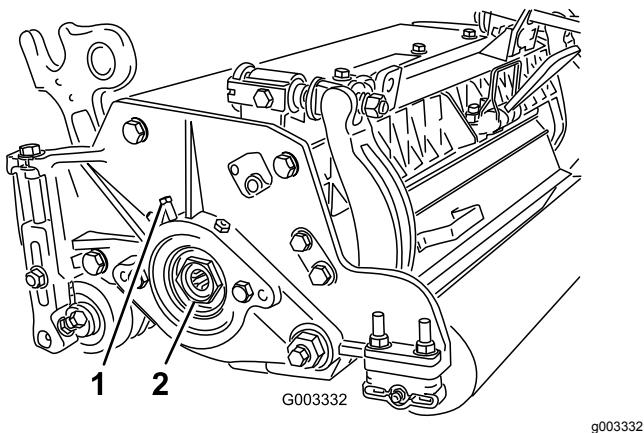

図 31
- A. カッティングユニットの左側にあるベアリングハウジングにベアリング調整ナットを固定している固定ねじをゆるめる図 31。